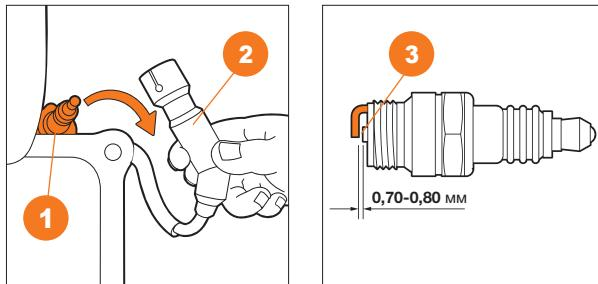

Рис. 27
- Снимите высоковольтный колпачок **2** свечи зажигания **1** (Рис. 27).